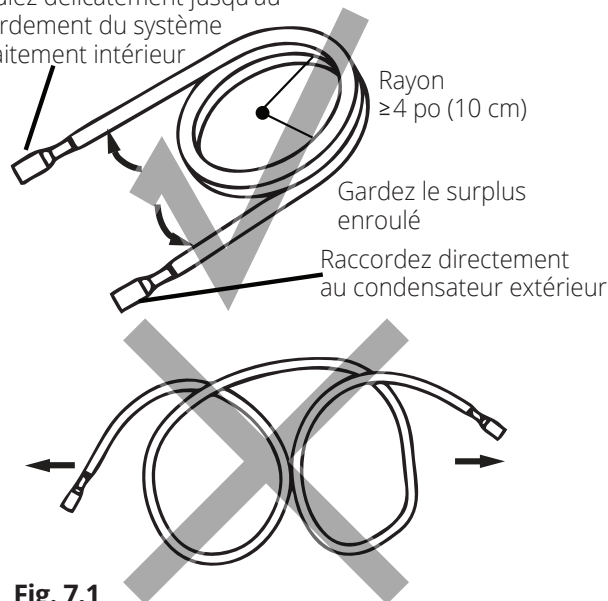

Fig. 7.1
1. Déroulez délicatement, à l'aide de vos mains, la tuyauterie en cuivre d'une extrémité de l'ensemble de conduits Quick Connect®. L'extrémité que vous déroulez sera raccordée à la tuyauterie de l'unité intérieure. Vous devez dérouler l'extrémité jusqu'à ce que les connecteurs soient presque à plat sur le sol (avec peu ou pas de courbure). À défaut, cela pourrait rendre l'ensemble de conduits difficile à manipuler lors de l'alignement des connecteurs avec la tuyauterie de l'unité de traitement d'air. Ne déroulez que ce qui est nécessaire pour votre utilisation, et laissez l'excédent enroulé (voir Fig. 7.1).
Lors du cintrage de la tuyauterie de réfrigérant de raccordement, le rayon de courbure doit être d'au moins 10 cm (4 pouces) (voir la Fig. 7.1).